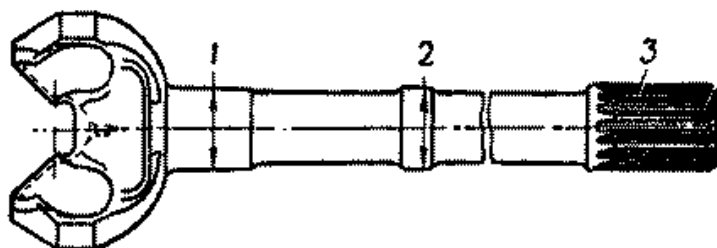

Рис. 174. Внутренний кулак шарнира переднего моста
5. Внутренний кулак шарнира переднего моста (рис. 174)